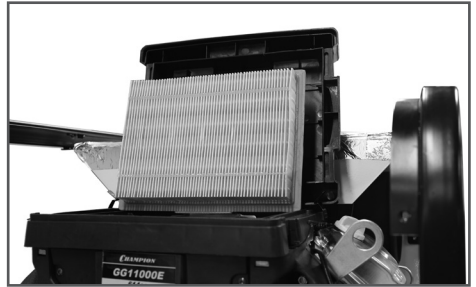

Рис. 14 Обслуживание воздушного фильтра
1. Снять крышку воздушного фильтра и фильтр (Рис.14).